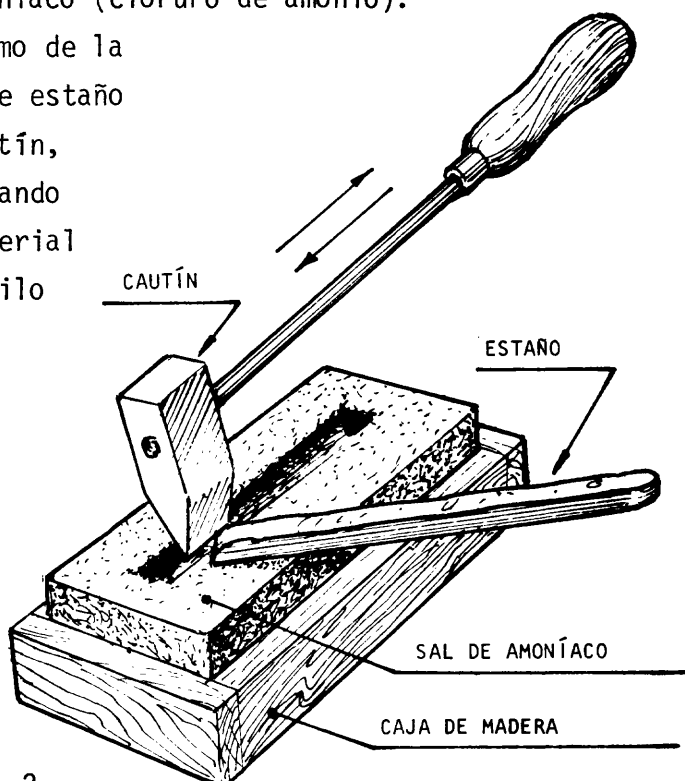

Fig. 2
- b Deslice el extremo de la barra de aleación de estaño por el filo del cautín, de modo de ir aplicando una película de material soldante sobre el filo (fig. 2).